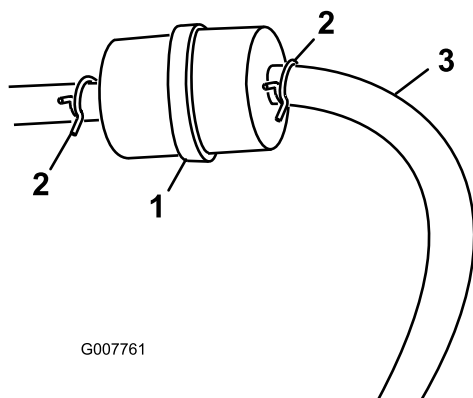

Figura 26
3. Premete le estremità delle fascette stringitubo ed allontanatele dal filtro (Figura 26).
- Montate un nuovo filtro ed avvicinate le fascette stringitubo al filtro (Figura 26).
- Allentate la fascetta stringitubo e spostatela in alto sul tubo del carburante, lontano dal filtro del carburante (Figura 26).
- Scollegate il tubo del carburante dal filtro del carburante (Figura 26).
**Nota:** Lasciate spurgare il carburante in un contenitore o una bacinella di spurgo (Figura 26).
- Collegate il tubo del carburante al filtro del carburante. Infilate la fascetta vicino al filtro del carburante, per fissare il tubo del carburante (Figura 26).